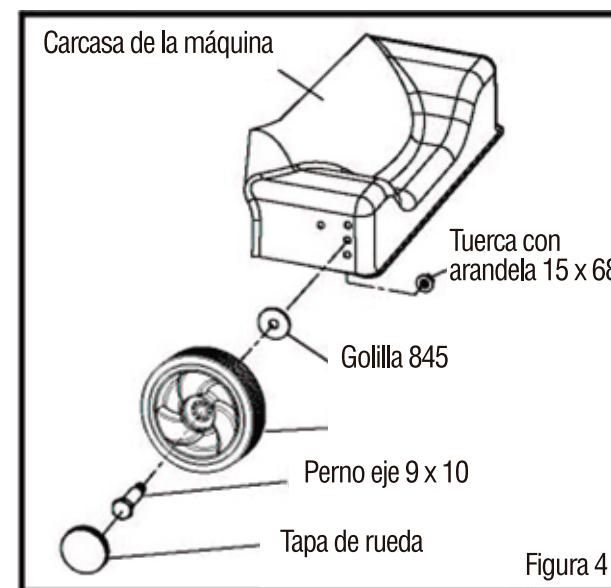

Figura 4
2. Fije la rueda a la carcasa de la máquina con un perno eje, una golilla y una tuerca con arandela (Figura 4). Para apretar, gire el perno eje. No gire la tuerca con arandela.